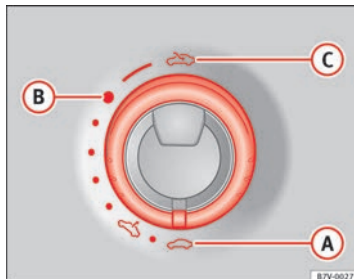

Fig. 59 Dans le ciel de pavillon : tourner la commande pour ouvrir et fermer.
⇒ fig. 59
- La commande $\Rightarrow$ fig. 59 ① doit être en position « fermée » ②.